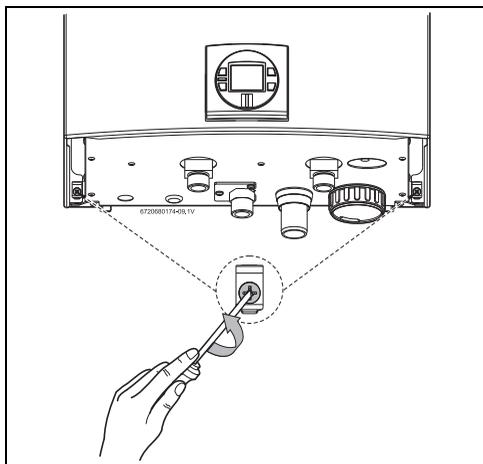

Fig. 22 Retirar dois parafusos
- ▶ Desapertar os dois parafusos localizados na parte posterior do aparelho (Fig. 22).